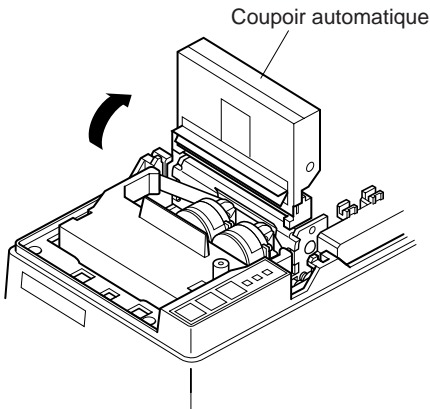

Fig. 2-9 Relèvement du coupoir automatique (SP347)
- ⑥ Relevez le coupoir automatique et placez-le à la verticale, comme illustré à la figure 2-9.